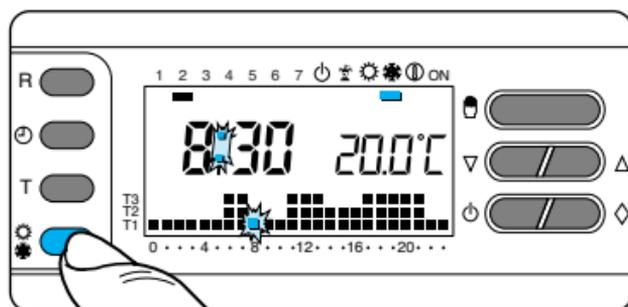

Fig. 34
6.2 - Accertarsi che sia attivo il segmento relativo al programma di riscaldamento , agendo eventualmente sul pulsante  (fig. 34).